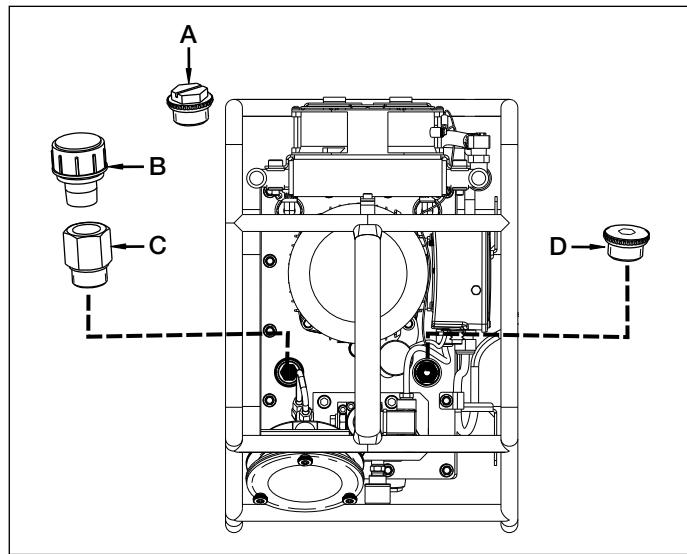
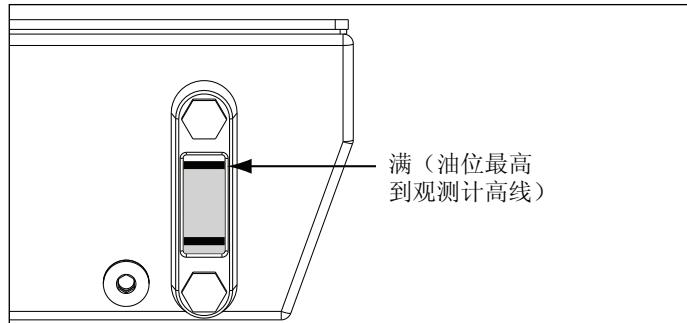

图 1, 油箱通气孔和充油塞
图 2, 油位观测计
参见图 1。油箱顶部的通气口中安装有一个运输管塞 (A)。使用泵之前，将运输管塞 (A) 换成油箱通气孔 (B) 和适配接头 (C)。
启动前检查泵油位。当油位达到图 2 所示的观测计最高线时，即表示油箱已满。必要时，如图 1 所示拆下加油管上的充油塞 (D)，进行加油。使用 Enerpac HF 油 (ISO 32 级)。